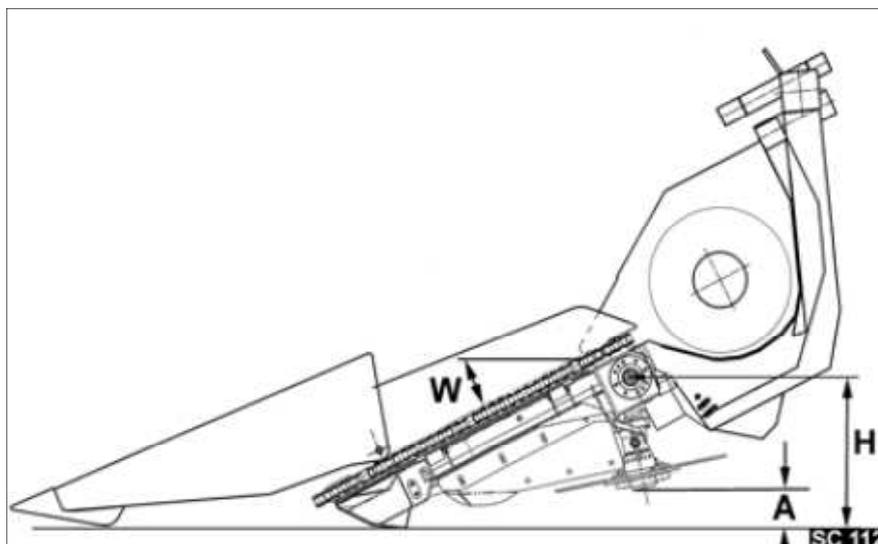

Рисунок 6.1
- Демонтируйте штатные тяги наклонной камеры и взамен установите из комплекта агрегатирования тяги 8 (рисунок 6.1) с двух сторон наклонной камеры.
Контрольный размер **A**, расстояния земли до вала измельчителя, составляет 100 мм. При этом носок русла и носок делителя касаются земли (см. рисунок 6.1).